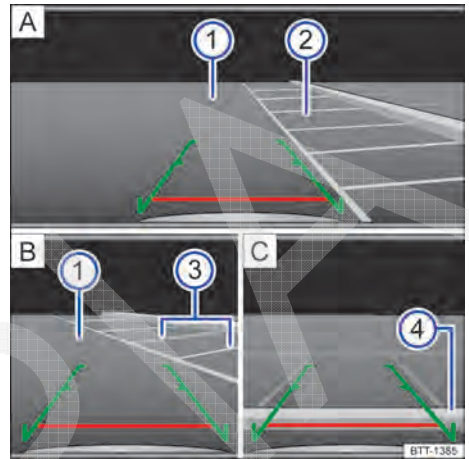

Fig. 120 Exibição do display do rádio ou do sistema de navegação: entrar na vaga de estacionamento com a câmera de marcha a ré (representação esquemática).
Legenda para exibição do display → Fig. 120:
2.	Posicionar o veículo na frente da vaga de estacionamento → Fig. 120 A 2 .
4.	Conduzir para trás devagar e manobrar de modo que as guias verdes laterais conduzam entre as linhas de delimitação da vaga de estacionamento selecionada → Fig. 120 A 2 . Observar a seguinte mensagem: Controlar a trajetória do veículo! → ▲ em Introdução ao tema na página 135!
5.	Alinhar o veículo na vaga de estacionamento selecionada de modo que as as guias verdes laterais fiquem em cima das linhas de limitação lateral → Fig. 120 B 3 .
6.	Parar o veículo o mais tardar ao atingir a guia vermelha horizontal de limitação traseira, por exemplo, meio-fio → Fig. 120 C 4 .